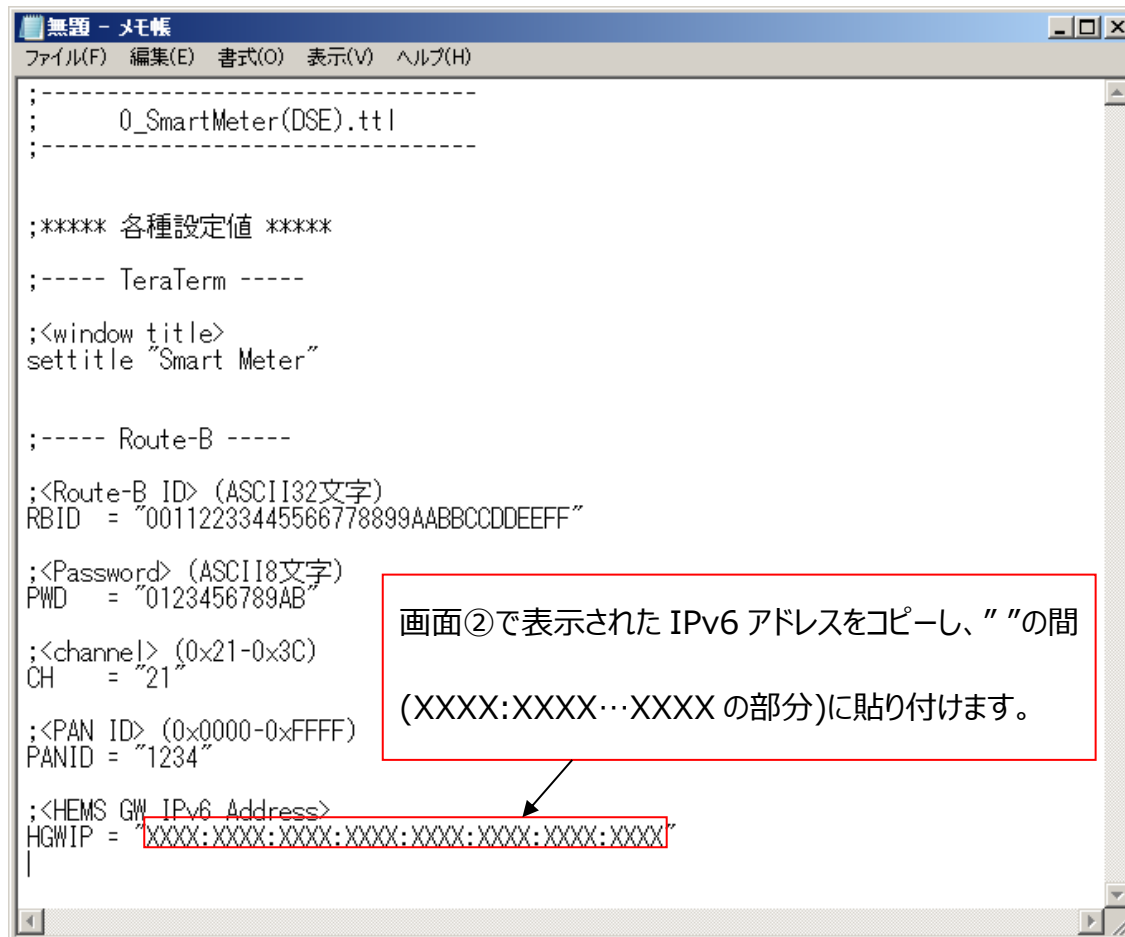

図 6 : 「0_SmartMeter(DSE).ttl」の HEMS GW の IPv6 アドレスの置換箇所
スマートメータ側の通信相手は HEMS GW です。画面②で表示された HEMS GW 側の IPv6 アドレスをコピーし、“ ”の間(XXXX:XXXX…XXXX の部分)に貼り付けます。(図 6)